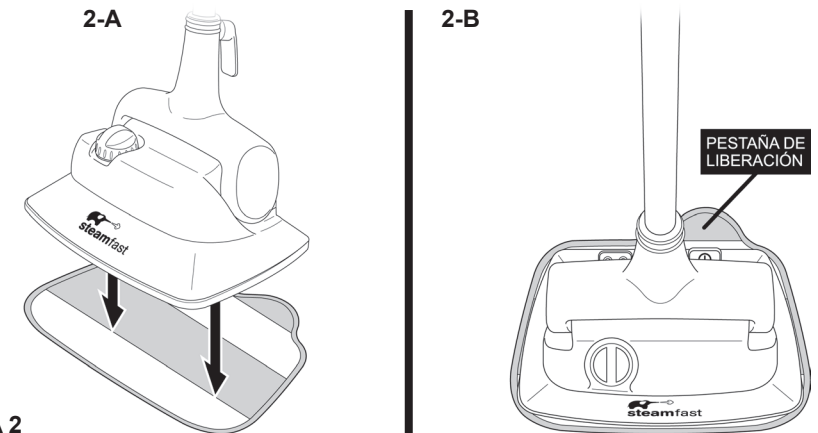

FIGURA 2
2. Alinee el Cabezal del Trapeador sobre el Cojín de Microfibra. Asegúrese que el Trapeador esté orientado con el Cojín como se muestra, y lo más centrado posible (FIGURA 2-A).
3. Presione firmemente el Cabezal del Trapeador sobre el Cojín de Microfibra. Las tiras de sujetador se adherirán a las Abrazaderas debajo del Trapeador. Ahora el Cojín debe estar adherido y listo para ser usado (FIGURA 2-B).